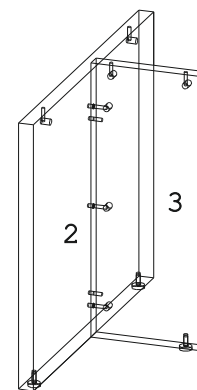

Рис. 3
7. Соедините детали 2 с деталями 3 и затяните эксцентрики по часовой стрелке до упора. (рис.3)